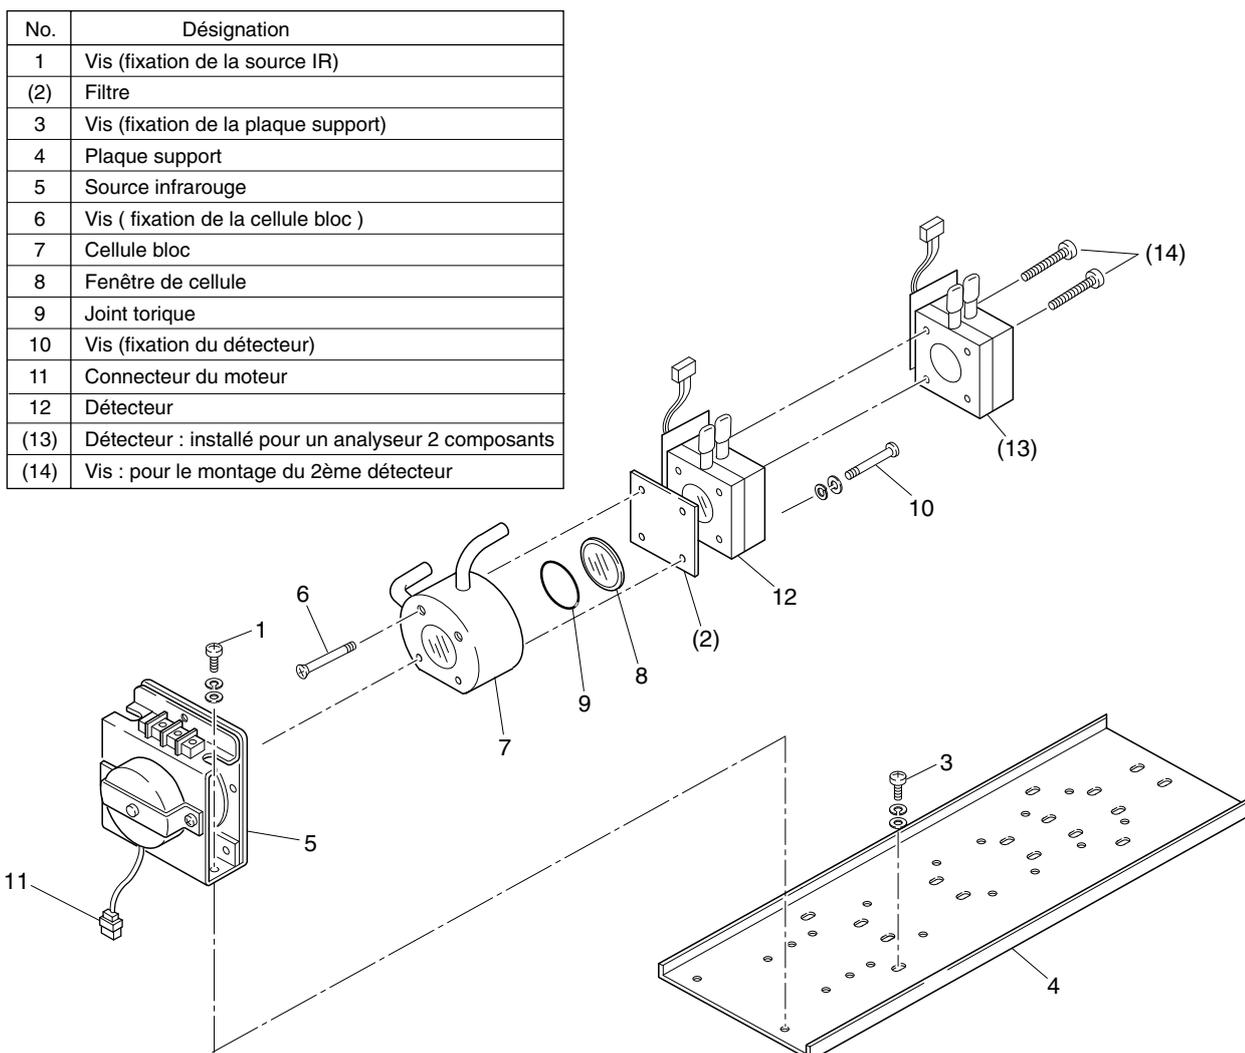

Fig. 7-2 Configuration de la cellule de mesure (cellule block)
(2) Démontage de la cellule bloc (fig. 7-2)